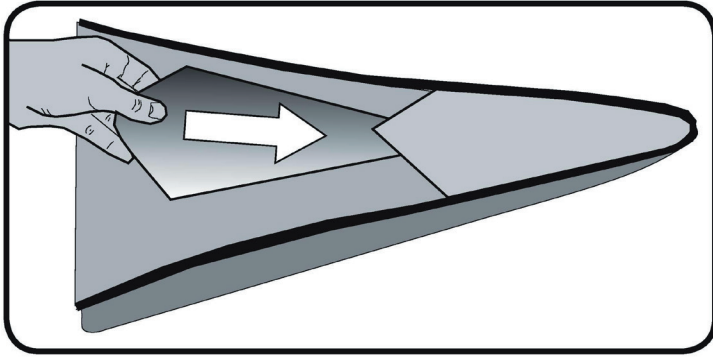

Figure 4. Formes en plastique de la proue et de la poupe
9. Enfin, insérez les formes en plastique de la proue et de la poupe dans leur poche respective. Voir la figure 4.